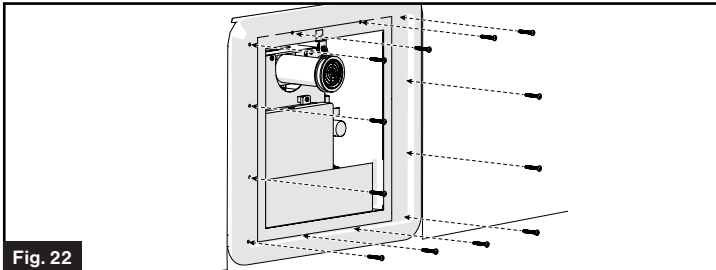

Fig. 22
- Asegure la brida al vehículo con 12 tornillos de cabeza plana Nro. 8 (min. 1") (no proporcionados) a través de cada agujero a lo largo del perímetro. Verifique que exista un sello hermético entre la pared lateral y la brida. (Fig. 22)